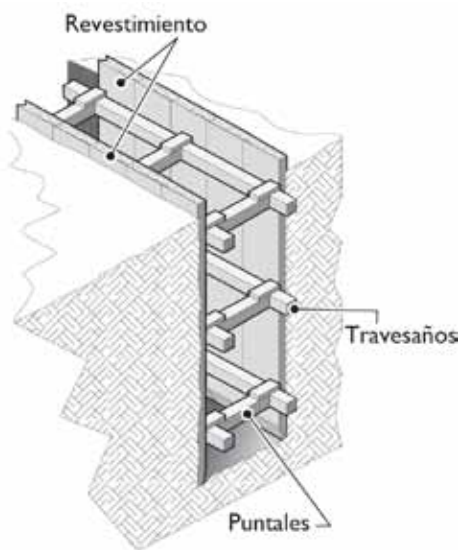

Figura 4
- Desvíe el tránsito del área de trabajo. Excave y deje al descubierto el tramo de tubería donde se presenta el daño. Tome las medidas de seguridad necesarias para que evitar el colapso de la zanja de excavación. Esto normalmente no es un problema para tuberías de pequeño diámetro, pero si el tipo de suelo es inestable tome las medidas que se presentan en la figura 4.